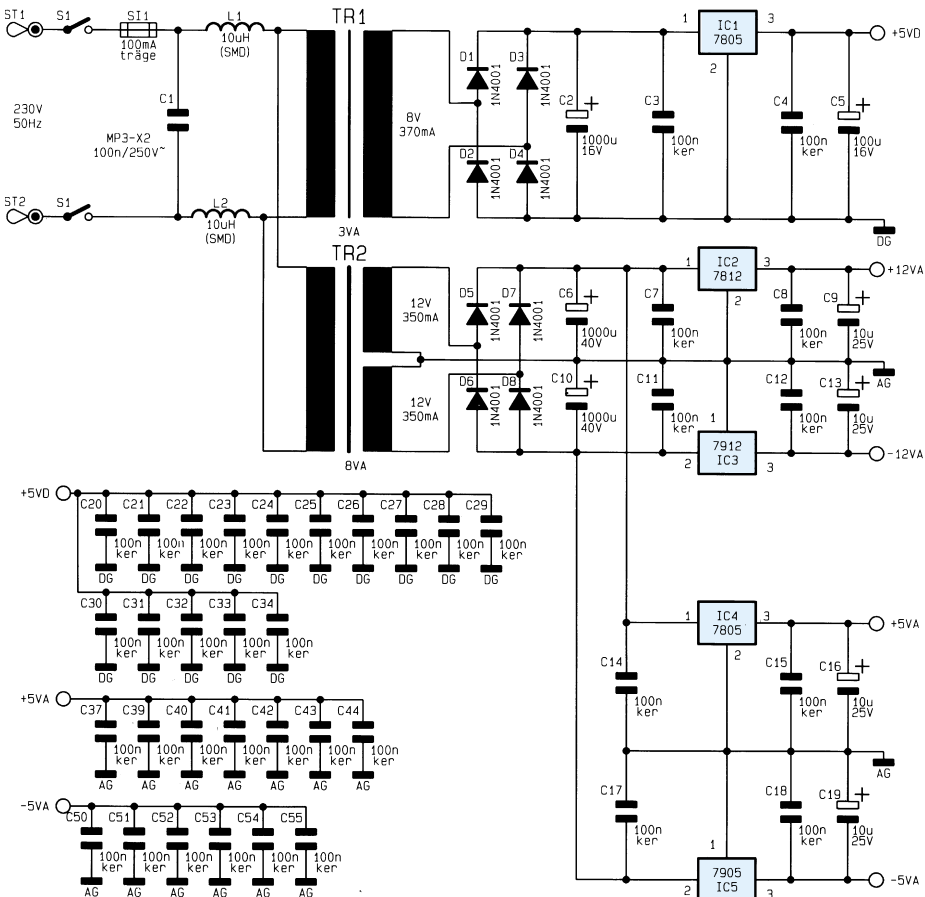

Bild 9: Netzteil des Multi-Funktions-Generators MFG 9000
- Abbildung 9: Netzteil
Netzteil (Abbildung 9)
Abschließend soll das Netzteil des MFG 9000 betrachtet werden, welches in Abbildung 9 dargestellt ist. Da schnelle Digitaltechnik und empfindliche Analogtechnik parallel im Gerät betrieben werden, stellt der Transformator TR 1 für den Digitalteil die getrennte Versorgungsspannung +5V_D zur Verfügung. Somit wird eine Beeinträchtigung der Signalqualität durch eventuelle Einkopplungen aus dem Digitalteil sicher vermieden.